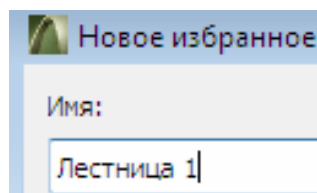

Рис. 82
8. Сохраните установки данной лестницы в **Новое избранное** под именем **Лестница 1** (рис. 82).